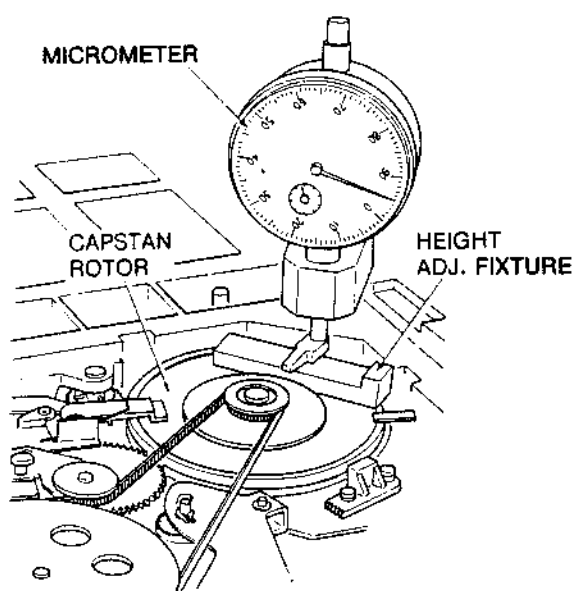

Fig. 2-9
- Die Höheneinstellehre auf den Capstan-Rotor legen, siehe Fig. 2-9.
- Das Mikrometer so auf das Chassis des Laufwerks legen, daß der Fuß auf der langen Seite der Höheneinstellehre steht. Die Skala des Mikrometers auf "0" (Bezugsposition) stellen, siehe Fig. 2-9.